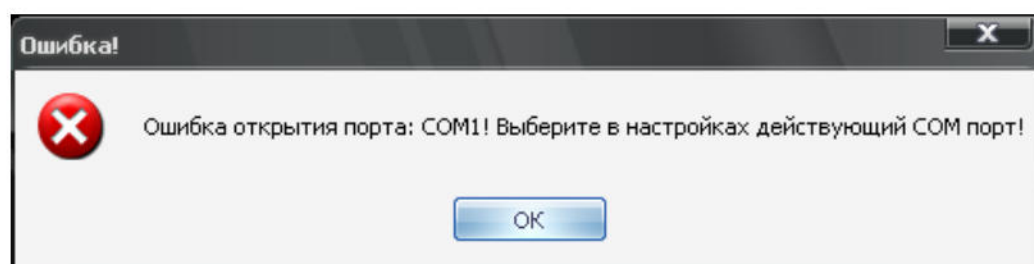

рис. 5.5. Сообщение об ошибке
- в случае отсутствия подключённого адаптера программирования на экран будет выдано сообщение (рис. 5.5);